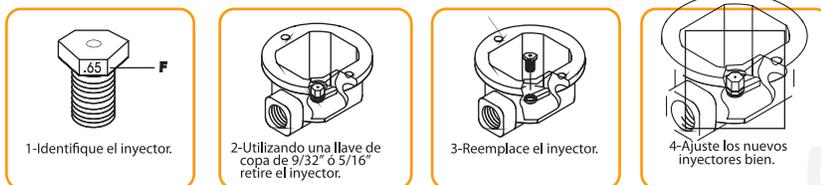

Fig.9
- C** Tome los inyectores (K) e identifíquelos por el número estampado (F) en la superficie (Fig.9).